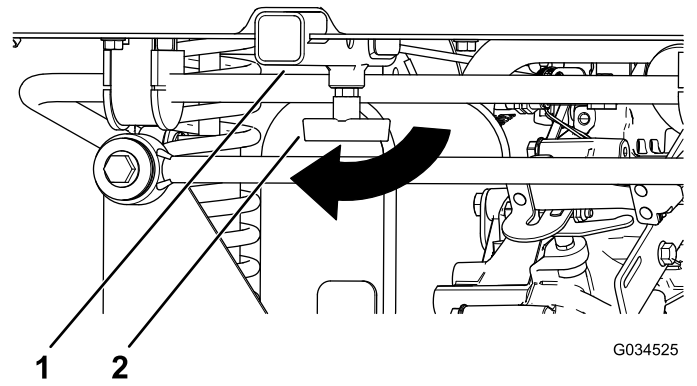

Bild 19
2. Setzen Sie das Zubehör in die Aufnahme, bis die Löcher ausgefluchtet sind (**Bild 19**).
1. Drehen Sie den T-Bügel nach rechts, um ihn zu lösen (**Bild 19**).